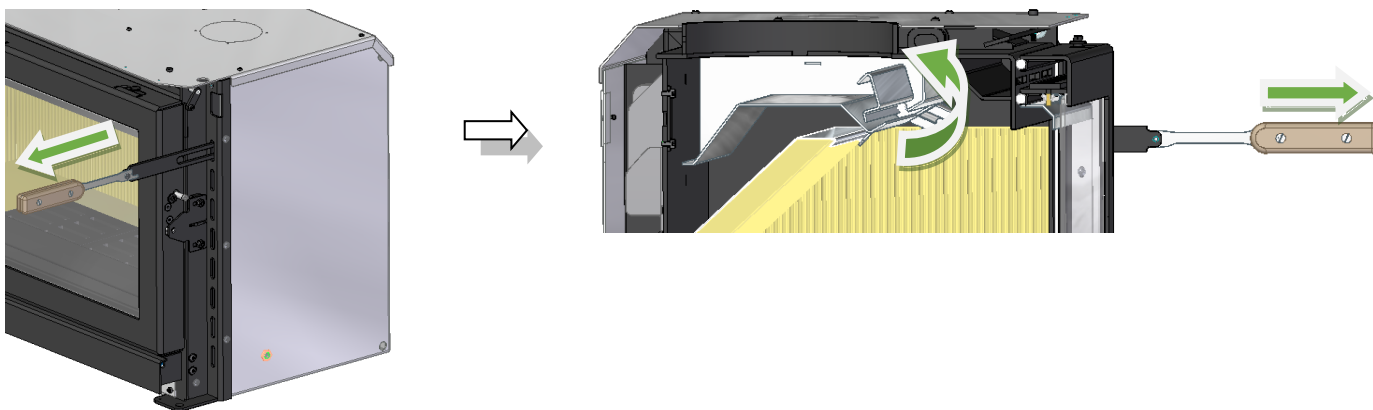
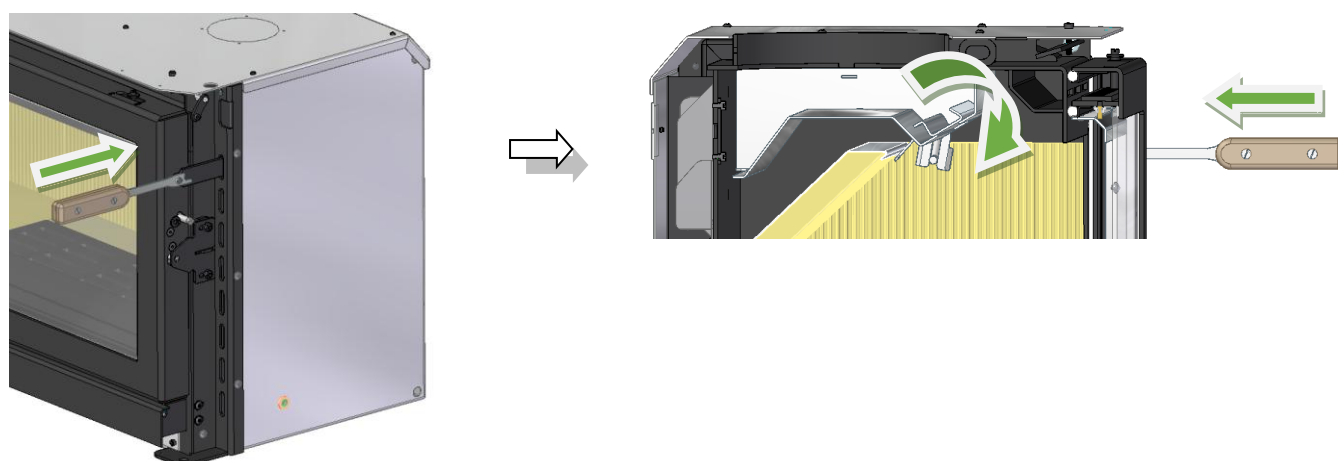

Figure 30 – Sortie d'air chaud secondaire
Figure 31 – Sortie d'air chaud secondaire
Il contrôle le passage/la sortie de la fumée lors de l'ouverture de la porte, c'est-à-dire que lorsque l'appareil est en fonctionnement et que vous voulez le remplir avec plus de bois de chauffage, avant d'ouvrir la porte, tirez la poignée vers vous. Cela permettra un passage plus important et plus facile de la fumée à travers le col de la cheminée, en évitant le refoulement des fumées vers la pièce environnante, Figure 30 et Figure 31.
4. Ouvrez la commande d'admission d'air de combustion primaire, laissez la porte entrouverte pour permettre un allumage plus rapide et ouvrez le volet de fumée, Figure 30 ;